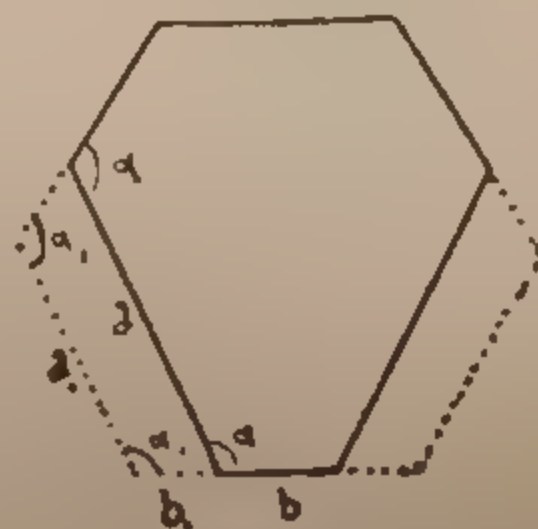

FIG. 5.
*modelli*: nel maggior numero dei casi i cristalli naturali sono *sproporzionati* con facce più o meno sviluppate rispetto al loro modello. Però questo accrescimento non si verifica in modo capriccioso, poichè noi possiamo constatare che per quanto le facce assumano sviluppo maggiore o minore, esse però si mantengono sempre parallele alle rispettive facce della forma modello. Ne consegue che: *per quanto la forma sia sproporzionata, il valore dell'angolo diedro formato da due facce corrisponde sempre a quello formato dalle stesse due facce del cristallo modello* (determinato alla stessa temperatura); con ciò resta enunciata in parole abbastanza semplici la legge di costanza degli angoli diedri, già stabilita da Nicola Stenone fino dal 1669, e dimostrata generale da Roméo de l'Isle verso la fine del secolo XVIII. Così la figura 3 rappresenta un prisma esagono proporzionato di berillo, con le sei facce egualmente sviluppate, mentre nella figura 4 è rappresentato un cristallo sproporzionato del medesimo minerale: ma se noi controlliamo le due figure esaminando le due basi unite insieme (fig. 5) vediamo che l'angolo diedro  $\alpha$  formato dalle facce  $a$   $b$